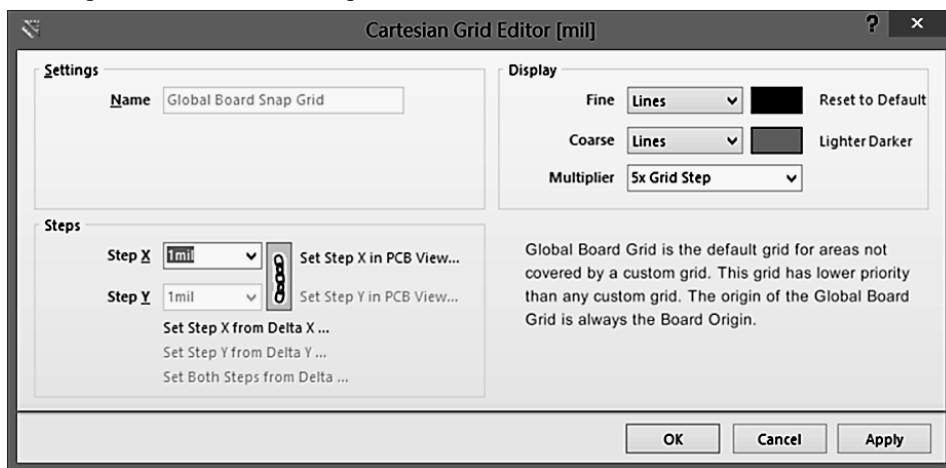

图 9-6-5 栅格的设置
(4) 为方便确定三维图形的大小，将元器件封装编辑环境的栅格按如下设置：Grid Step 设置为 1mil，Multiplier 设置为 5×Grid Step，如图 9-6-5 所示。